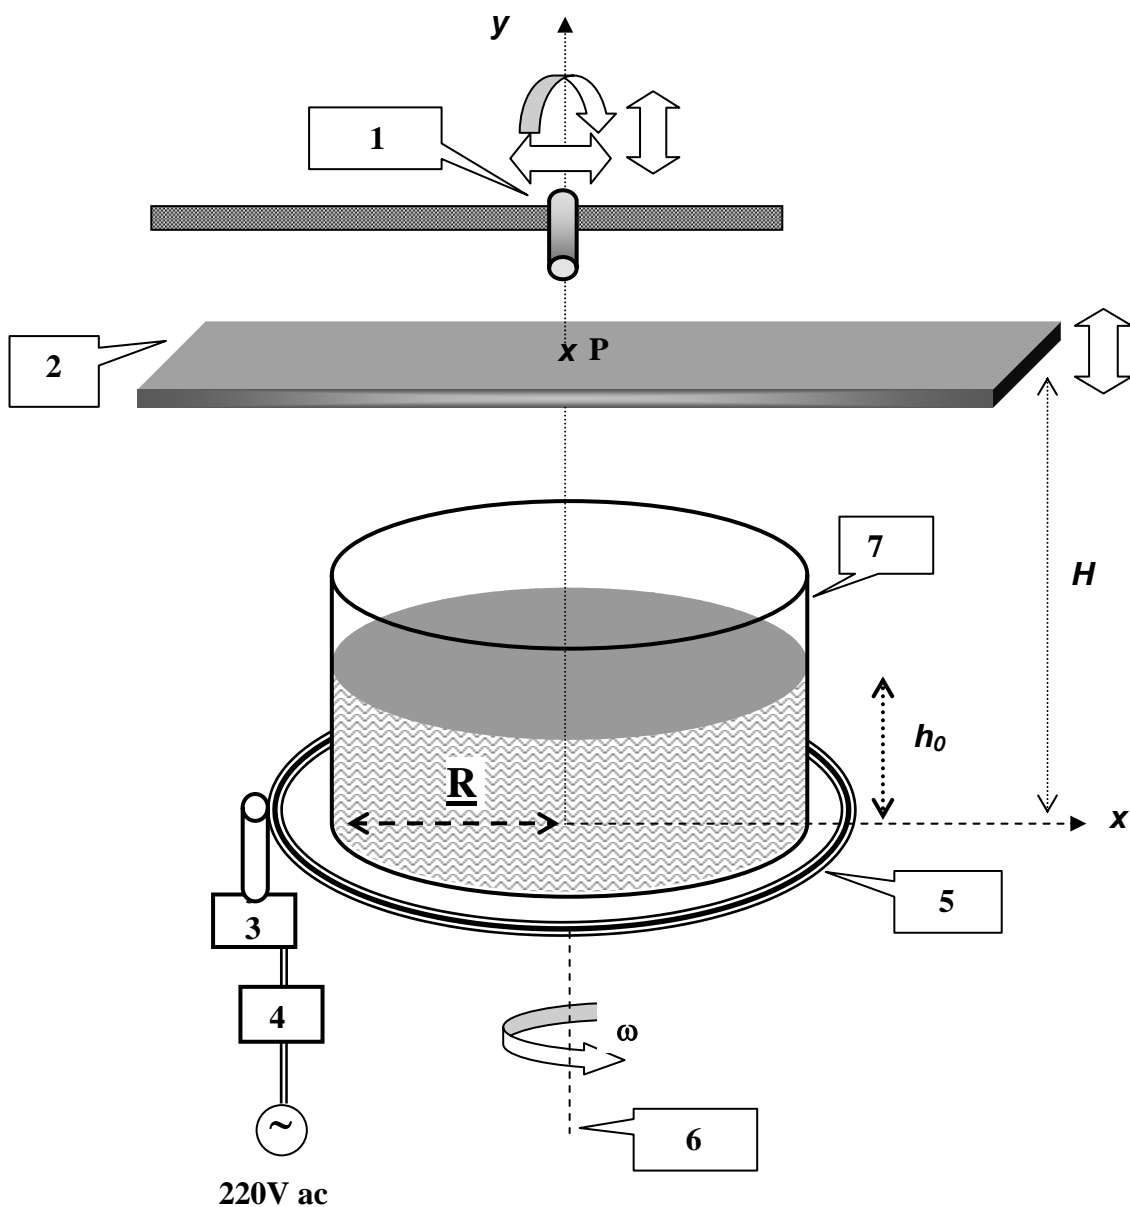

Figura 2 Dispositivo experimental para as partes 1 e 2.
- Inserir o écran entre a fonte de luz e o vaso. Medir a distância H entre o écran e a plataforma giratória (ver figura 2).
- Alinhar o ponteiro laser por forma a que o feixe aponte para baixo, na vertical, e para o centro do vaso. Marque o ponto P onde o feixe bate no écran. Assim, a linha definida por este ponto e o centro do vaso coincide com o eixo óptico do sistema (ver figura 2).